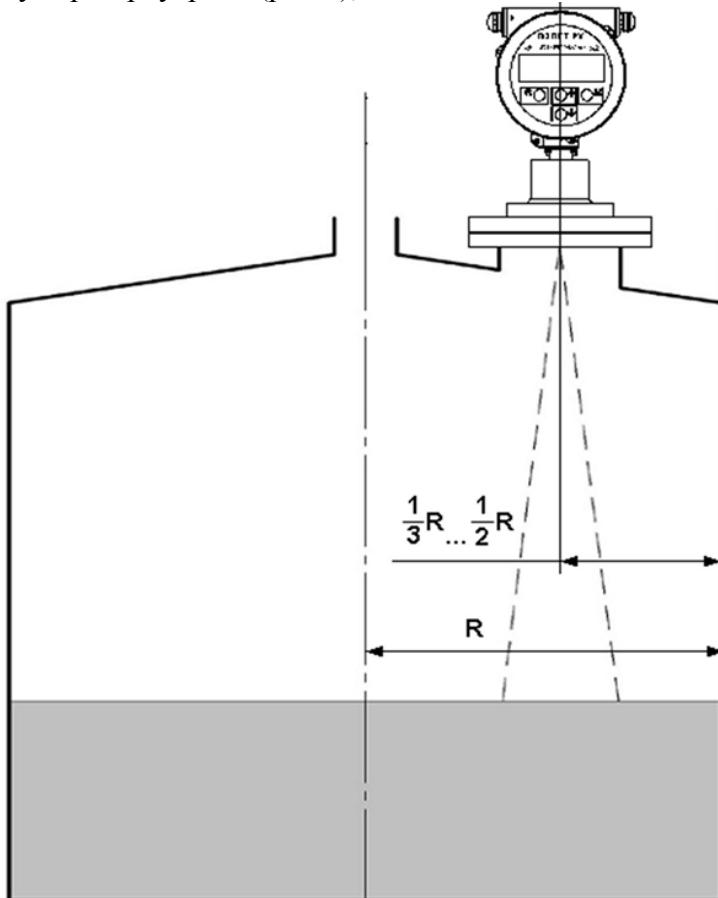

Рис.6 - Допустимое расстояние от стенки емкости до оси датчика.
- расстояние от стенки емкости до центральной оси датчика уровня выбирать в пределах  $1/3\dots 1/2$  радиуса резервуара  $R$  (рис.6);